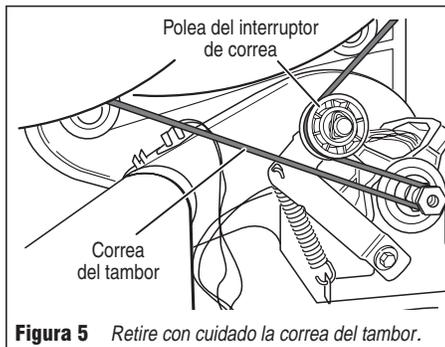

Figura 5 Retire con cuidado la correa del tambor.
4. Compruebe el interruptor de correa y el motor de accionamiento. Logre acceso al interruptor de correa y motor de accionamiento retirando el panel posterior. Vea Remoción del panel posterior en la página 8. Retire cuidadosamente la correa del tambor de la polea del interruptor de la correa con resorte, bajando suavemente la polea del interruptor de la correa. Vea la figura 5.